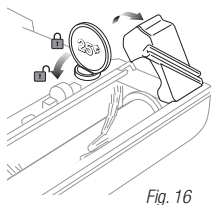

Fig. 16
- 4 Use una moneda para destrabar y remover la tapa. (Fig. 16)